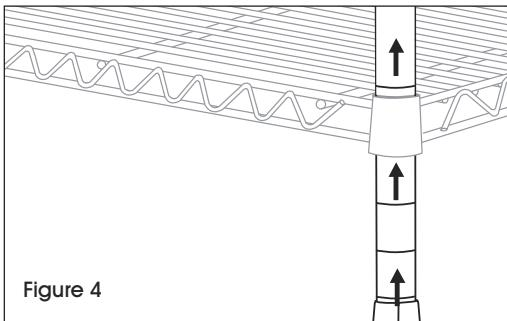

Figure 4
2. Slide post through underside of shelf until shelf slides firmly over supports. (See Figure 4)
2. Insérez le montant par le dessous de la tablette jusqu'à ce que la tablette se repose fermement sur les supports. (Voir Figure 4)